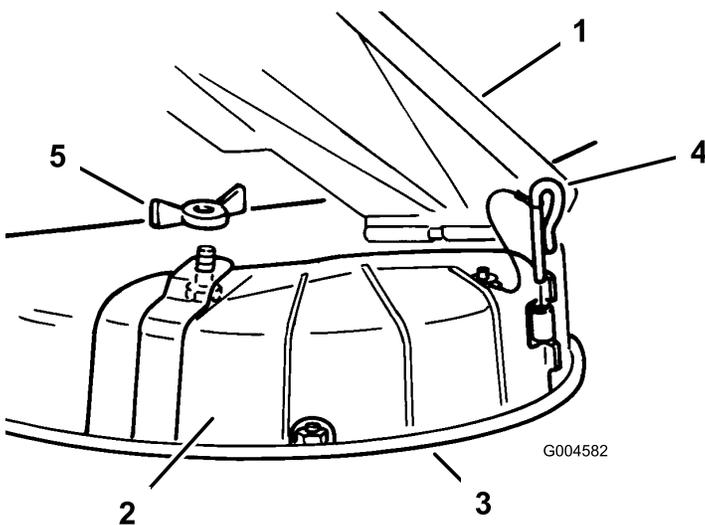

Figura 18
3. Retire la tuerca de orejeta y la abrazadera que sujetan la tapa (Figura 18).
4. Retire el pasador de la bisagra que sujeta la tapa a la carcasa (Figura 18).
3. Levante el deflector de hierba y coloque la tapa de descarga sobre la abertura, en el borde inferior del cortacésped, e introdúzcala en la bisagra delantera (Figura 18).
4. Coloque el pasador en la bisagra (Figura 18).
5. Fije la tapa de descarga al cortacésped con la tuerca de orejeta (Figura 18).